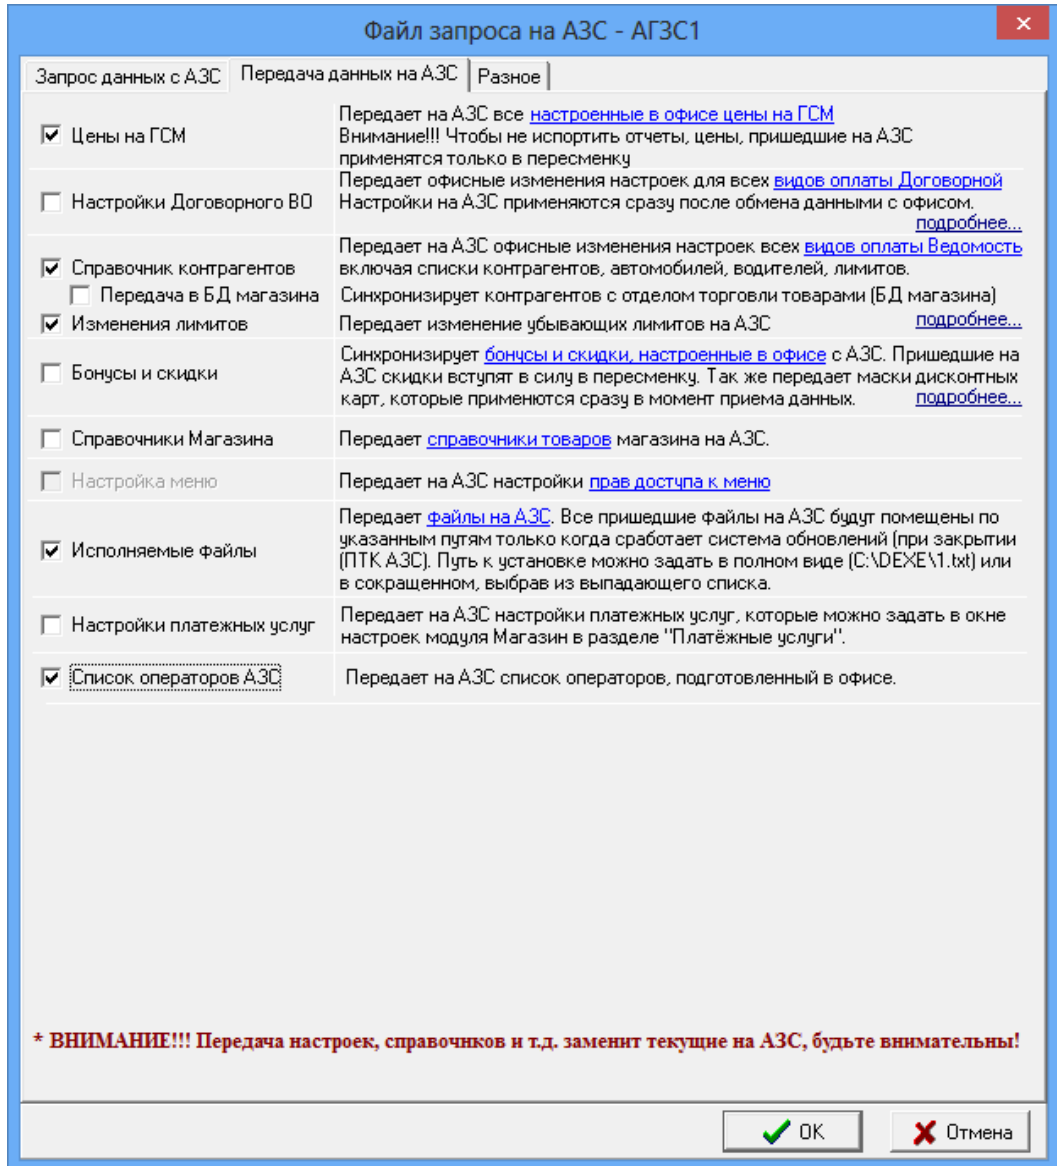

Рис. 23
Для дальнейшей настройки файла запроса перейдите на вкладку «Передача данных на АЗС» (рис.23).
На закладке «**Передача данных на АЗС**» (рис.23) отметьте те виды данных, которые нужно передать из офиса на АЗС:
«Открыть». Теперь, когда новый файл появился в списке файлов, выделите его, укажите путь установки (например, в поле «Путь установки на сервере» задайте <ТРК> рис.23а).
Рис.23а
5) Для отправки файла с новыми ценами из офиса на АЗС в окне «Файл запроса на АЗС» (рис.23) на закладке «Передача данных на АЗС» в поле «Цены на ГСМ» поставьте галочку, нажмите «ОК» и отправьте запрос на АЗС через настроенный вид подключения к интернету (в меню «Связь»).
При установлении связи, автоматически, с файлом запроса пересылается файл (XMGSM.SET) с новыми ценами на ГСМ. После отправки на АЗС файла запроса в окне «Файл запроса на АЗС» (рис.23) на закладке «Передача данных на АЗС» в поле «Цены на ГСМ» снимите галочку и нажмите «ОК» (рис.27).
Чтобы отправить на АЗС измененный список бонусов и скидок, в окне «Файл запроса на АЗС – АЗС№» (рис.23) на закладке «Передача данных на АЗС» в поле «Бонусы и скидки» поставьте галочку, нажмите «Ок». Отправьте запрос на АЗС через настроенный вид соединения (в меню «Связь»). При установлении связи, автоматически, с файлом запроса пересылается файл с измененным списком бонусов и скидок. После отправки на АЗС файла запроса в окне «Файл запроса на АЗС – АЗС№» (рис.23) на закладке «Передача данных на АЗС» в поле «Бонусы и скидки» снимите галочку и нажмите «Ок».